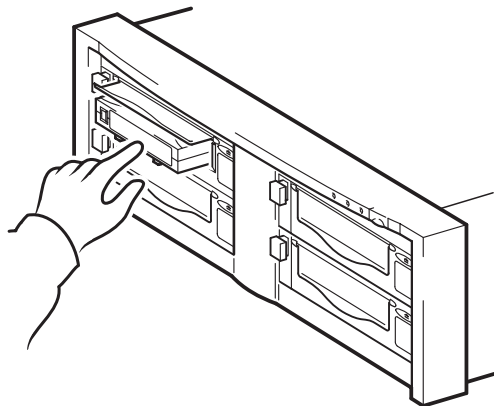

Figura 10b: utilizzo di HP OBDR, fase 2
- 2 Premere il pulsante di espulsione dell'unità a nastro. Tenendo premuto il pulsante di espulsione, accendere l'array per nastri e il server (vedere la figura 10b). Verrà attivato il processo HP One-Button Disaster Recovery. Rilasciare il pulsante di espulsione non appena il LED Ready sul pannello anteriore comincia a lampeggiare con la sequenza OBDR. Si tratta di una sequenza ripetitiva di: LED lampeggiante-LED acceso-LED lampeggiante.